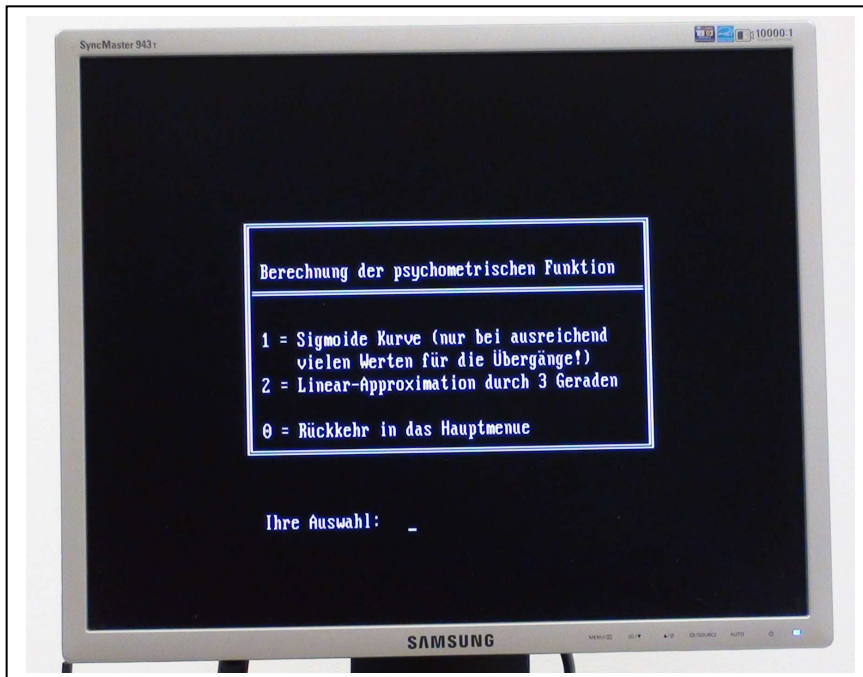

Abbildung 11. Auswahlmenü zur Berechnung der psychometrischen Funktion
1. Auswahl der psychometrischen Funktion (siehe Abbildung 11)